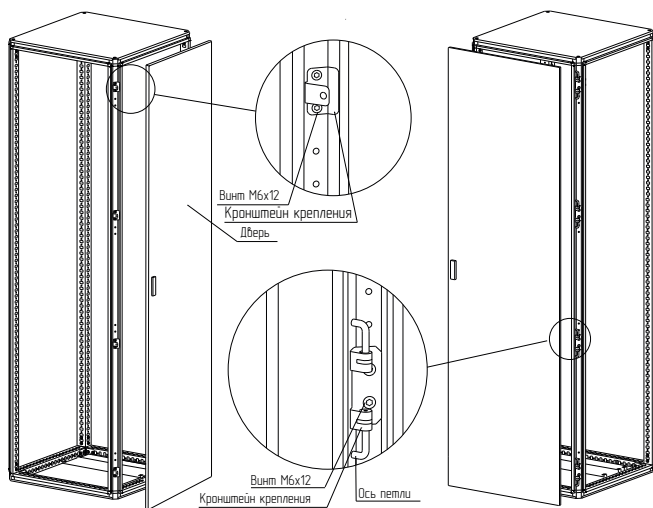

Рисунок 26
4.13.2 Закрепить петли на каркасе на левой или правой стойке. На рисунке для примера изображено правое крепление петель (рисунок 26). Для крепления использовать винты М6х12. Момент затяжки – 7 Н·м.